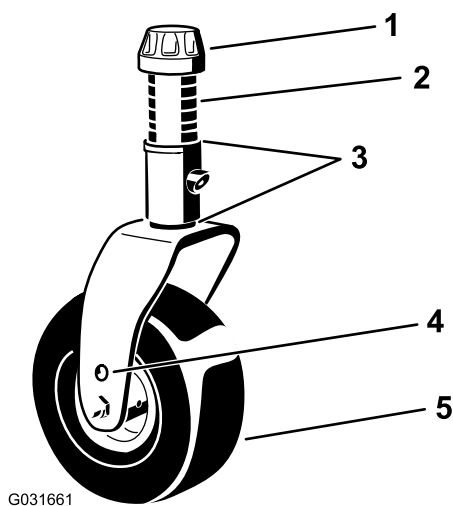

Figura 23
4. Utilizando a chave da tampa da roda fornecida, desaperte a tampa de tensão e retire-a do eixo da roda giratória e faça deslizar o eixo da roda para fora do braço da roda (Figura 23).